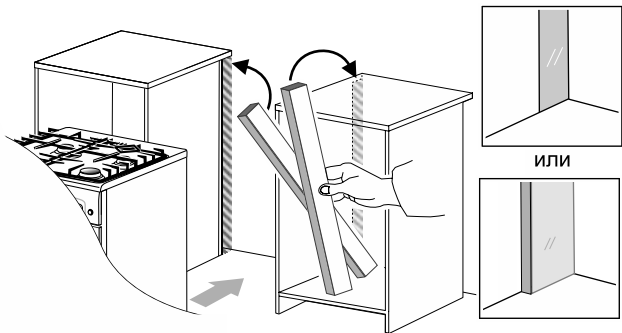

Рис. 7
- Зазор между мебелью и стеной рядом с плитой должен быть исключен. Это можно выполнить при помощи дополнительных элементов (см. рис. 7), либо увеличением глубины боковой стенки шкафчика (на стадии изготовления кухонной мебели).